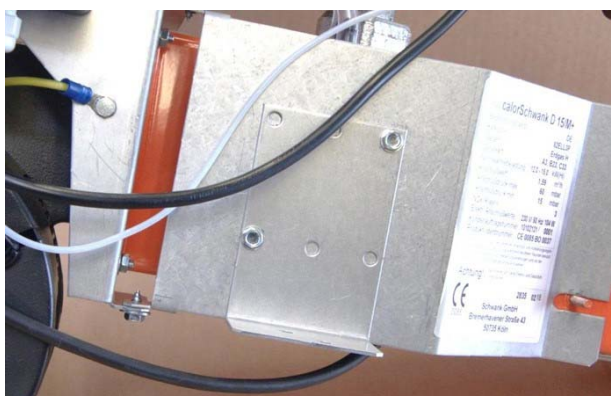

Рисунок 6.4.2
1. Самонарезающие винты крепления реле давления воздуха ослабить/снять и закрепить крепежную пластину 2/2-ходового клапана вместе с реле давления воздуха с помощью прилагаемых удлиненных самонарезающих винтов (см. рисунок 6.4.2).